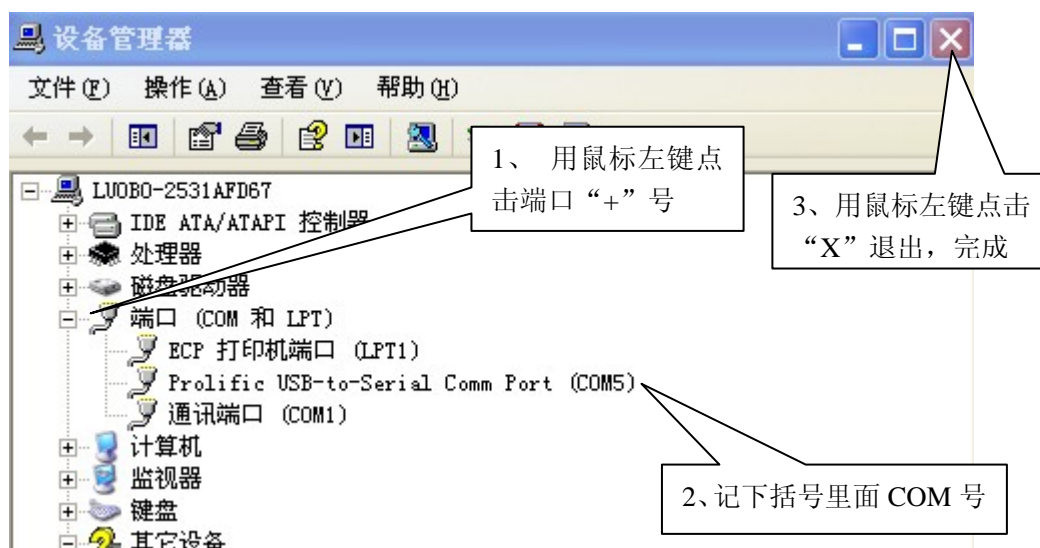

图 4-23 查看计算机与 PLC 连接 COM 口
到 Windows 界面用鼠标对准“我的电脑”图标单击右键弹出图 4-22 菜单，再设备左键单击“设备管理器 (Q)”进入下图 4-23。
在“传输设置”窗口界面用鼠标左键双击“串行”图标弹出子窗口“PC I/F 串口详细设置”用鼠标左键到COM端口处选择图 4-23 所记下的COM数，再用鼠标左键单击小窗口、大窗口的“确定”退出。